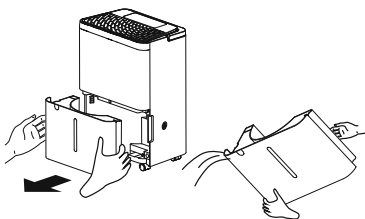

Рис. 3.
A. **Слив вручную (Рис. 3).** Опорожните резервуар для воды вручную.